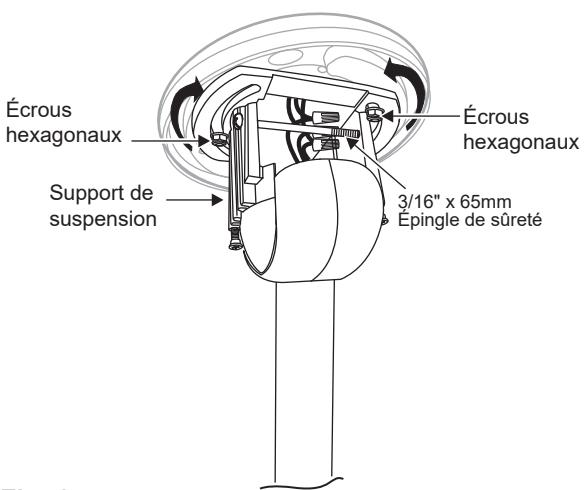

Fig. 14
- Maintenant, faites pivoter « l'ensemble du ventilateur et de l'adaptateur d'inclinaison » (à gauche ou à droite) en faisant tourner le support de suspension jusqu'à ce que la tige de suspension et l'ensemble du ventilateur de plafond pendent directement vers le bas et que l'ensemble entier « oscille » librement dans la direction exacte du pente du plafond. (Fig.14)
- Maintenant, serrez solidement les deux (2) écrous hexagonaux qui maintiennent le support de suspension à la plaque de montage. Assurez-vous que le support de suspension est sécurisé et ne peut pas bouger. Ensuite, serrez fermement la goupille de sécurité 3/16" x 65 mm. (Fig. 14).